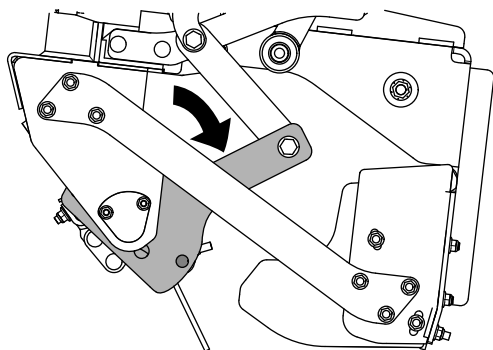

Figure 17
9. Réglez le basculement du porte-outil polyvalent selon vos besoins (Figure 17).